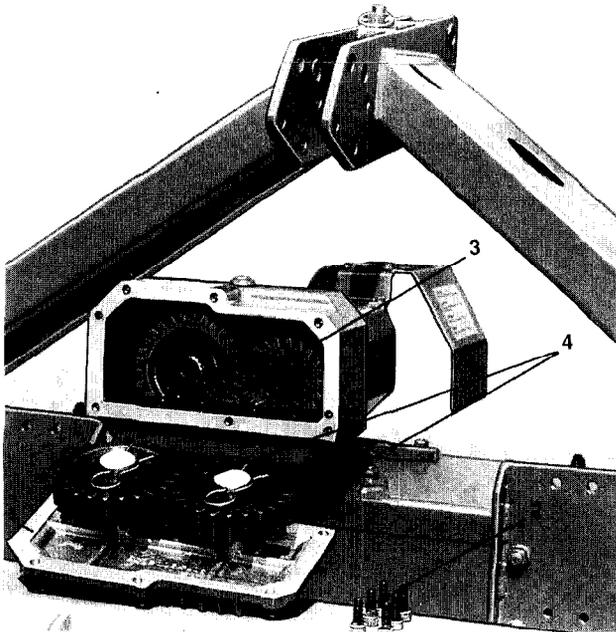
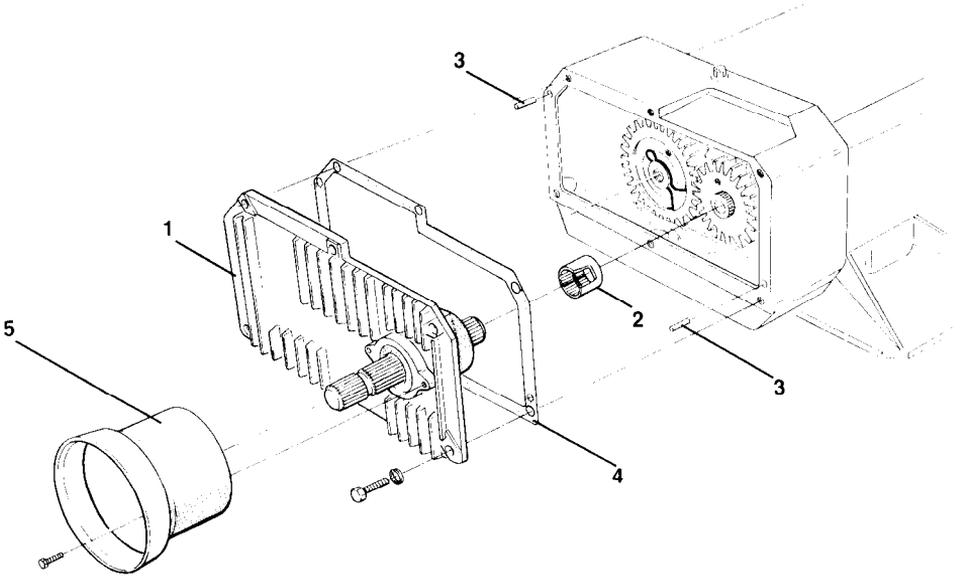

Fig. 71
Fig. 72
- Verschlußdeckel (Fig. 71/1) nach Lösen der 6 Skt.-Schrauben (Fig. 71/2) vom Hauptgetriebe abnehmen.
- Halterungsfeder (Fig. 71/3) von der Antriebswelle abziehen.
- Wechselzahnräder (Fig. 71/4) (Sonderzubehör) vom alten Verschlußdeckel abziehen, und eines der beiden Zahnräder am neuen Verschlußdeckel (Fig. 72/1) für den Zapfwellendurchtrieb montieren und sichern.
- Verbindungshohlbuchse (Fig. 72/2) mit innen montiertem Sicherungsring auf das Wellenende der Antriebswelle schieben. Ist ein zweiter Satz Wechselzahnräder vorhanden (Sonderzubehör), ist eines der Zahnräder anstelle der Verbindungshohlbuchse (Fig. 72/2) auf das Wellenende der Antriebswelle zu schieben.
- Neuen Verschlußdeckel (Fig. 72/1) mit neuer Dichtung (Fig. 72/4) am Hauptgetriebe anschrauben. Das Wellenende der Durchtriebswelle ist in das Zahnprofil der Verbindungshohlbuchse (Fig. 72/2) zu schieben.
- Schutztopf (Fig. 72/5) am Verschlußdeckel anschrauben.